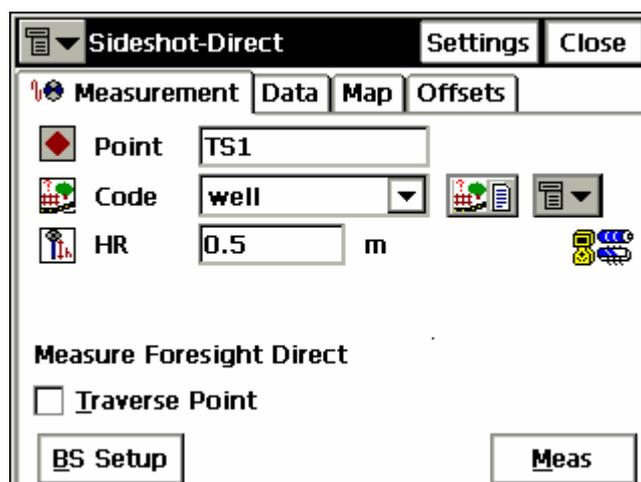

Рисунок 6-21. Съемка пикетов
- Выберите меню **Survey > Observations (Съемка > Наблюдения)**. В окне **Sideshot - Dir** введите имя точки, код и высоту цели (рис. 6-21).